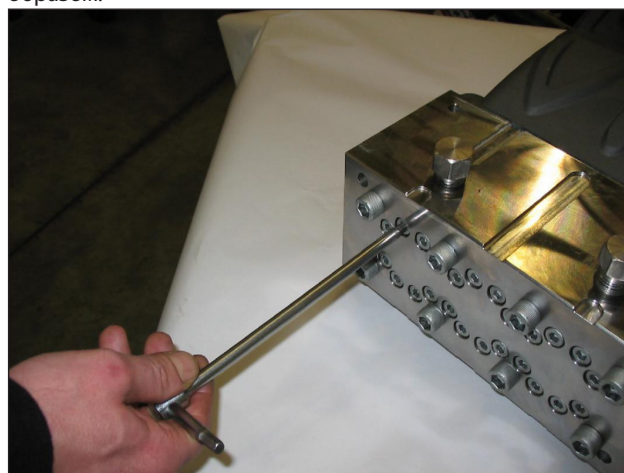

Рис. 16
- Ослабьте, не снимая, винты М8х100 крепления рубашки к торцу, как показано на Рис. 16, чтобы разблокировать их.